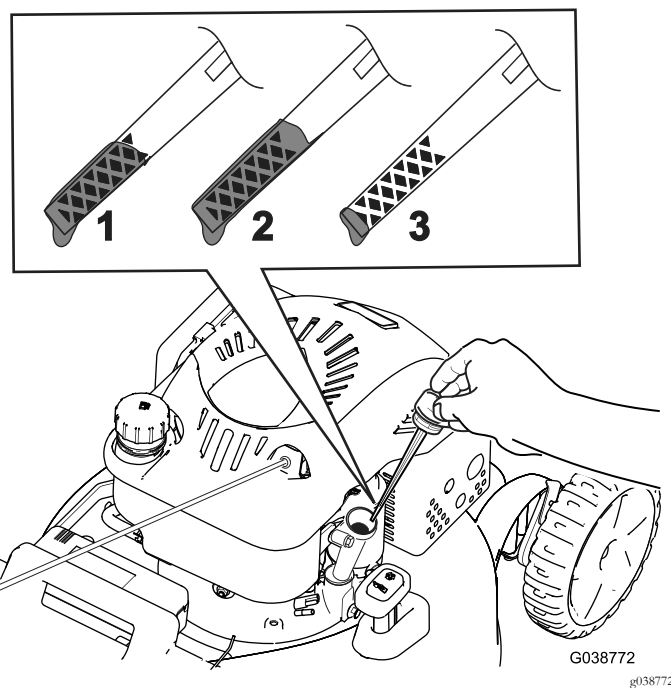

Figure 13
2. Retirez la jauge (Figure 13).
5. Sortez de nouveau la jauge et vérifiez le niveau d'huile (Figure 13).